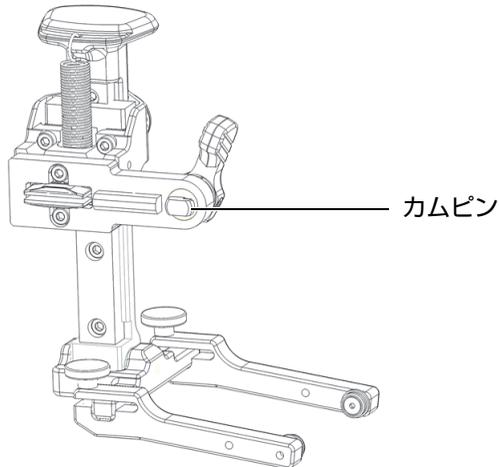

図 2-5 水平に揃った平坦な端
1. ポジションレバーを使用して、平坦な端が水平に揃うようにカムピンの位置を合わせます（43 ページの図 2-5）。